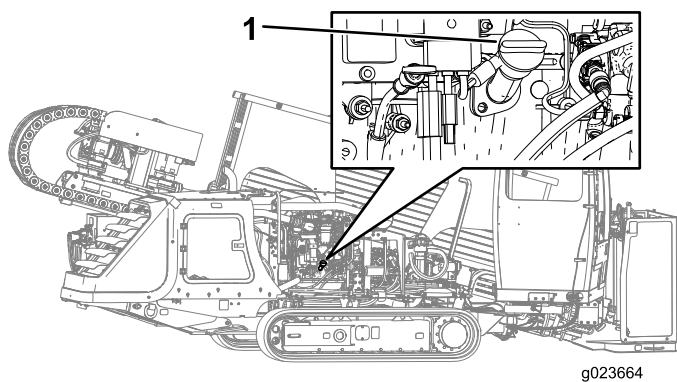

Figure 89
- A. Retirez le bouchon de remplissage (Figure 89) et faites l'appoint d'huile jusqu'à ce que le niveau atteigne le repère supérieur. **Ne remplissez pas excessivement.**